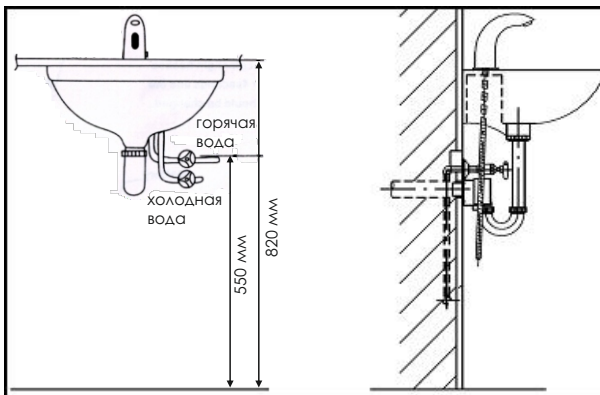

Рисунок 2
1. Установите кран на раковину (рисунок 2).
2. При помощи шурупов установите в месте под раковиной основной блок управления (рисунок 2).